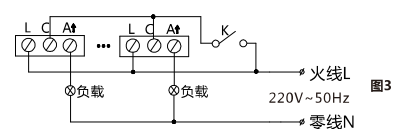
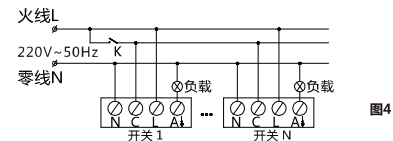

图3
图4
#### ◆ 接线示意图 (见图3)。
#### ◆ 接线示意图 (见图4)。
#### ◆ 图3、图4中远程消防控制功能产品安装注意事项:
- 2) 在图3、图4中C端为“远程消防控制端”, 必须接入本开关的同相火线。